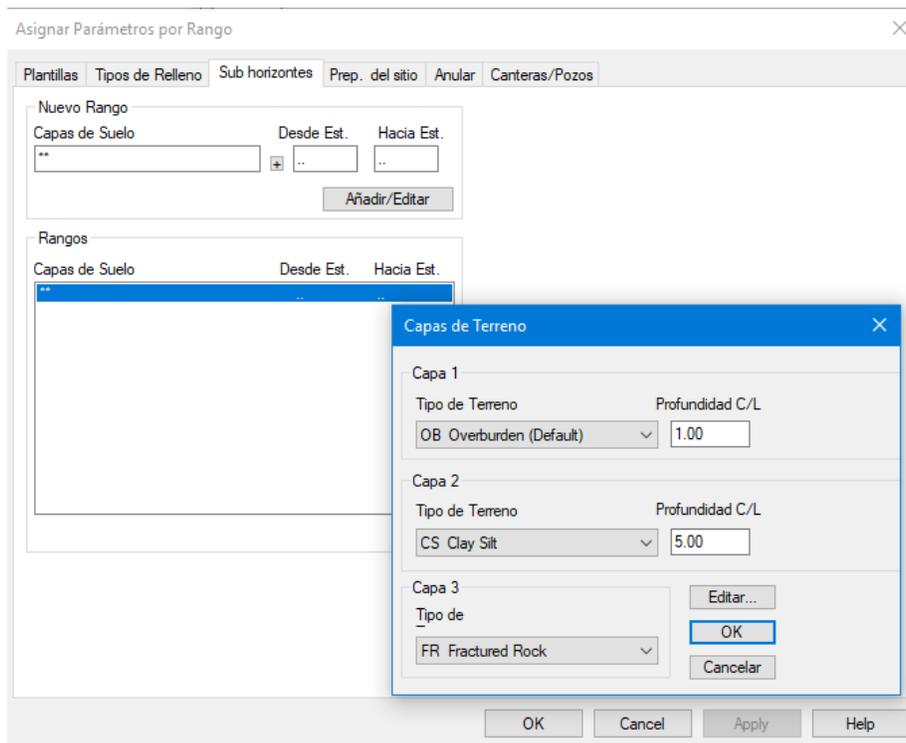

Figura 20-2: Definiendo Materiales en el Terreno Original
7. Seleccione la pestaña *Sub Horizontes* (Figura 20-2).
8. Presione el botón  que se encuentra al lado del campo *Capas de Suelo* para abrir el cuadro de *Capas de Terreno* (Figura 20-2).